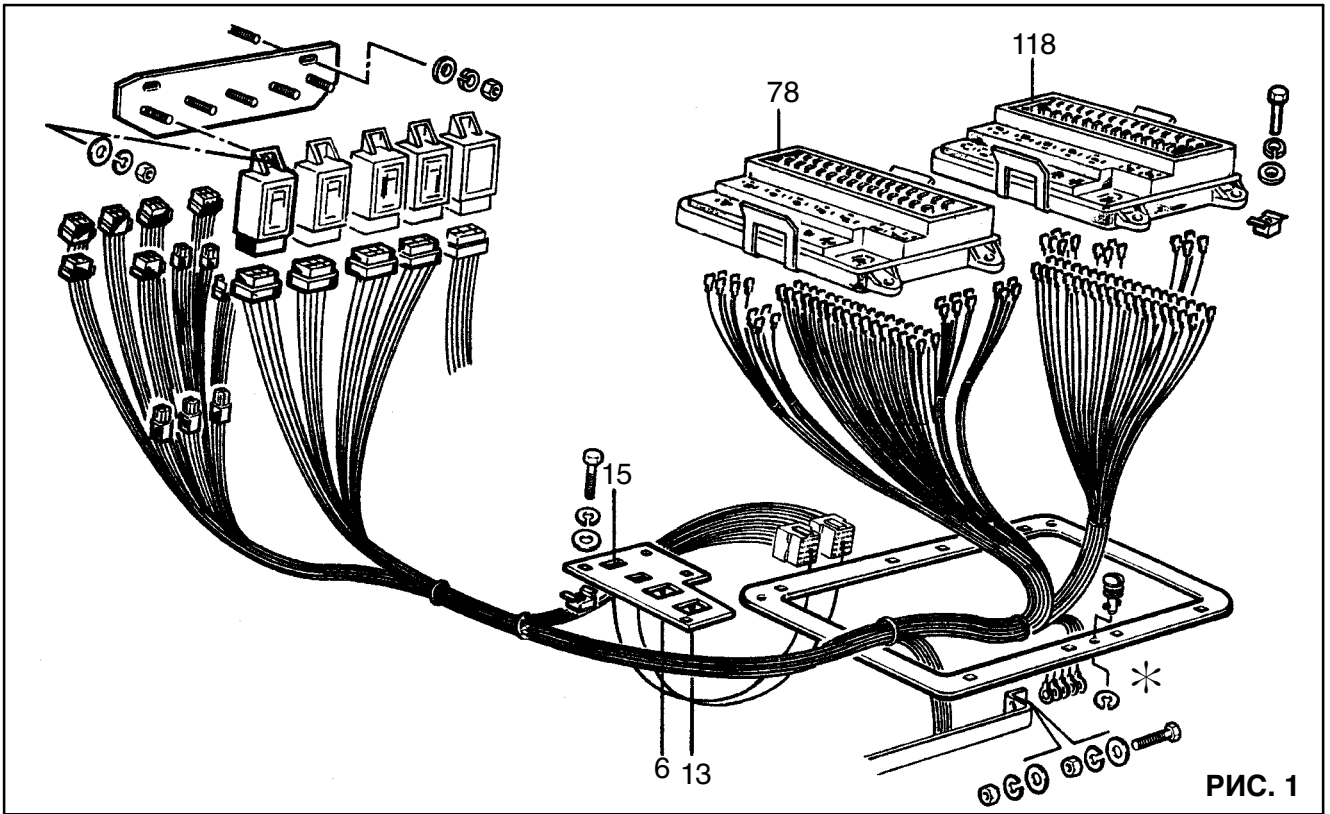

РИС. 1
**ГЛАВНЫЙ КАБЕЛЬ В ПАНЕЛИ УПРАВЛЕНИЯ - РИС. 1**